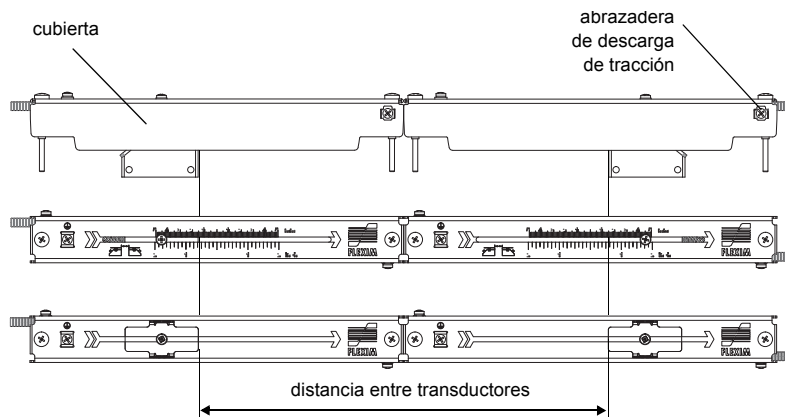

Fig. 9.28: Ajuste de la distancia entre transductores
- Ajustar la distancia entre transductores recomendada por el convertidor de medición (véase el apartado 11.6 y Fig. 9.28).
- Fijar los cables de los transductores en la abrazadera de descarga de presión para protegerlos de esfuerzos mecánicos (véase Fig. 9.28).